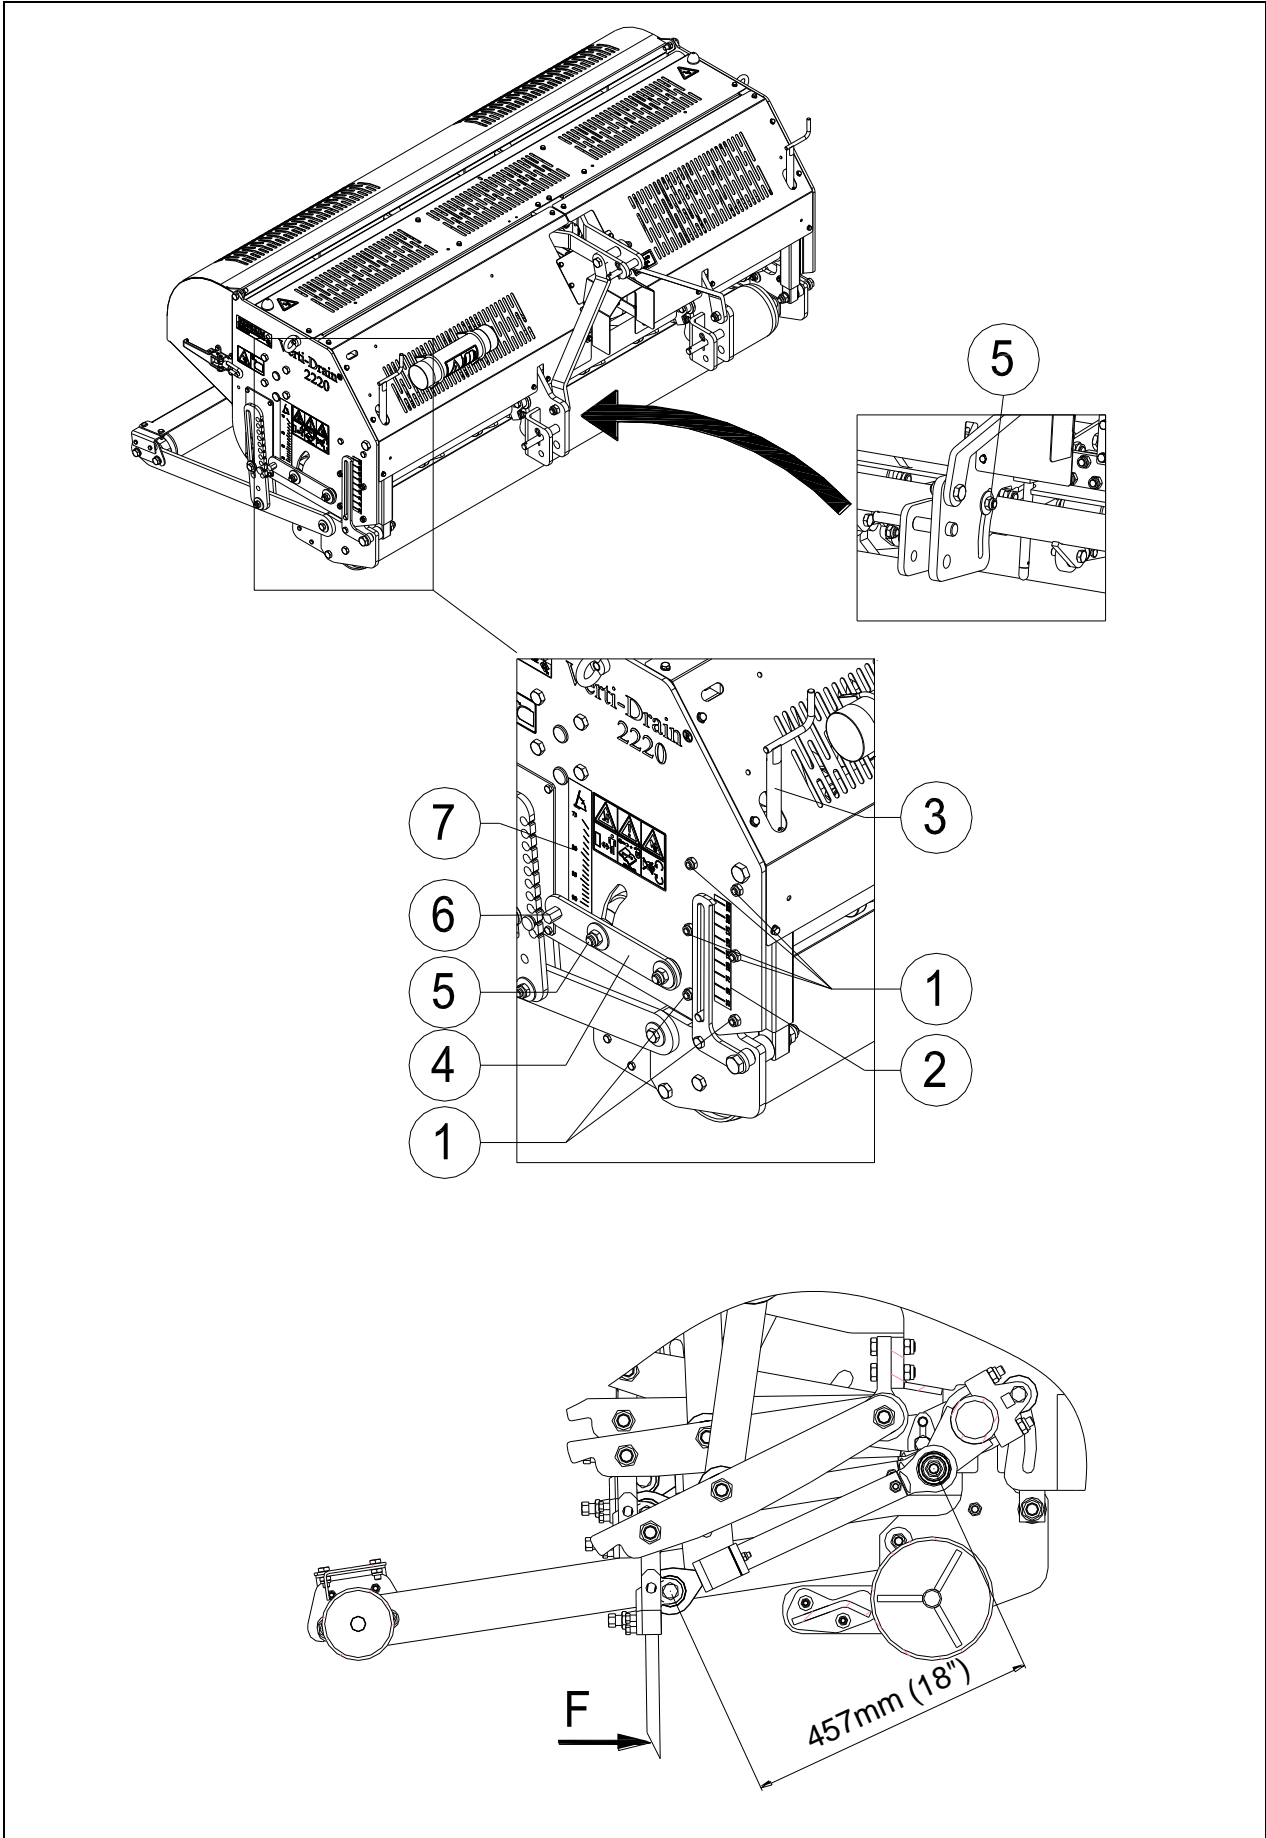
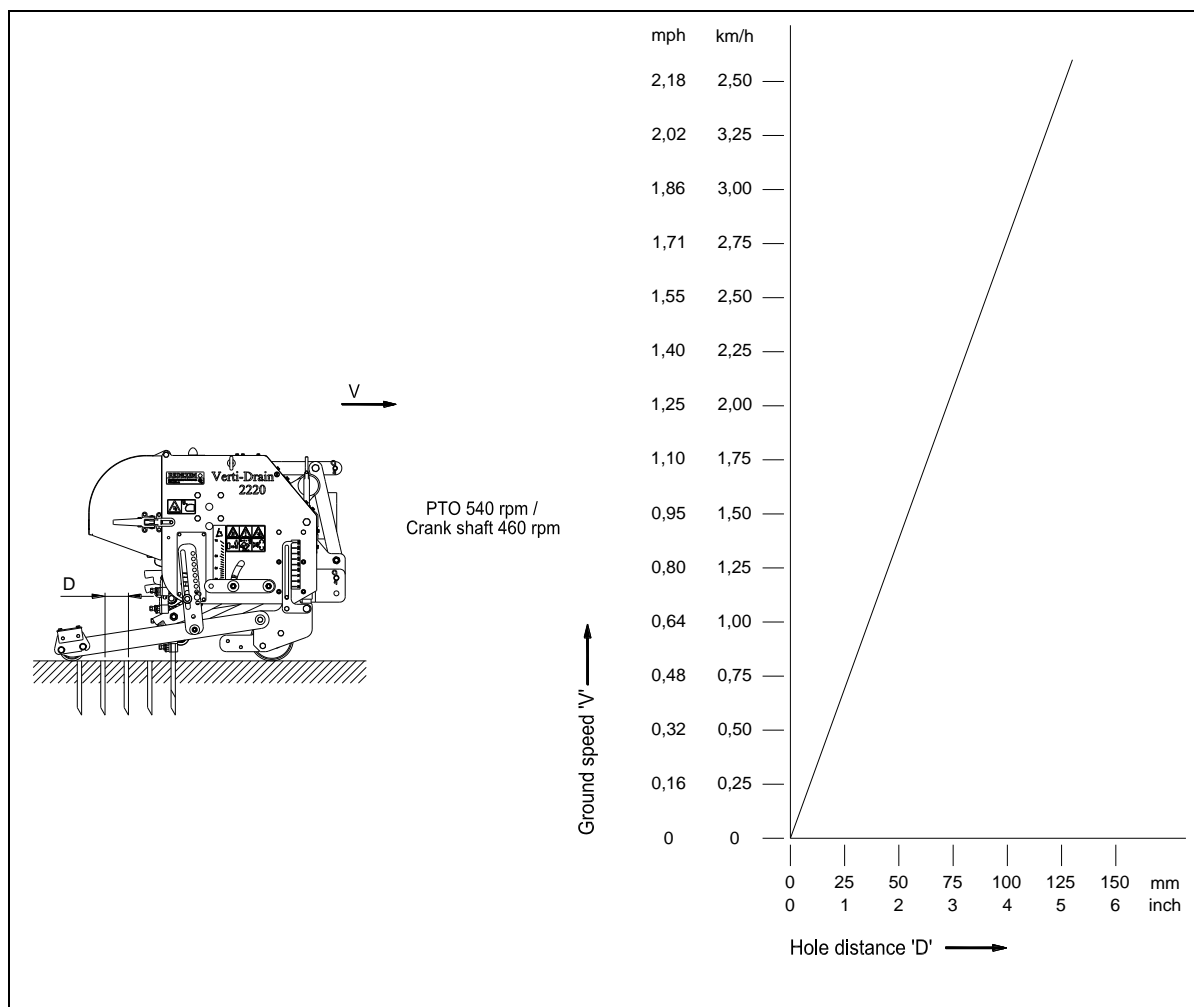

Fig. 10
Fig. 11
Tutte le spine possono essere impostate contemporaneamente con le leve (4) sul lato della macchina. Si veda la fig. 10. Sollevare la macchina sopra il terreno e svitare il dado (5) su entrambi i lati. Regolare l'angolo ponendo la chiave ad anello fornita a correndo sull'esagono (6) della leva (4). Sull'indicatore (7) si può leggere l'angolo. Togliere di nuovo la chiave ad anello e in seguito avvitare di nuovo il controdado (5).
A 90 gradi, le spine entrano nel terreno solo orizzontalmente a condizione che la macchina sia stata installata correttamente, si veda la fig. 10. Se l'installazione non è corretta, si crea una forza F, si veda la fig. 11, che danneggia la macchina.
La distanza dei fori D, fig. 11, nella direzione di guida viene determinata dalla velocità di guida stessa. Se il cliente richiede una distanza minore fra i fori, si deve guidare lentamente, il che dipende dal trattore.
Nella fig. 11 viene riportata una tabella con la correlazione fra la velocità di guida e la distanza dei fori. Se la velocità di guida del trattore è di 540 giri/min sulla presa di forza, si può determinare la distanza dei fori.